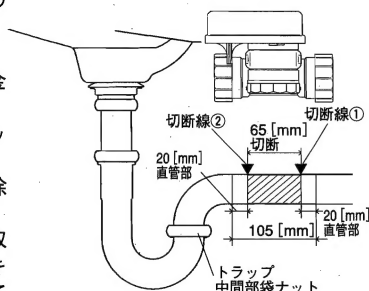

図17
- 1) トラップの曲がり部終端から、直管部105 [mm] の間隔で印を付け、その中心部へ向かって両端20 [mm] の位置に切断線①、②を引いてください。(図17)
- 2) 中心部の幅65 [mm] を確認し、壁側の切断線①を金ノコ等で切断してください。
トラップ側の切断線②は、トラップ中間部の袋ナットを取外した後、切断してください。(図17)